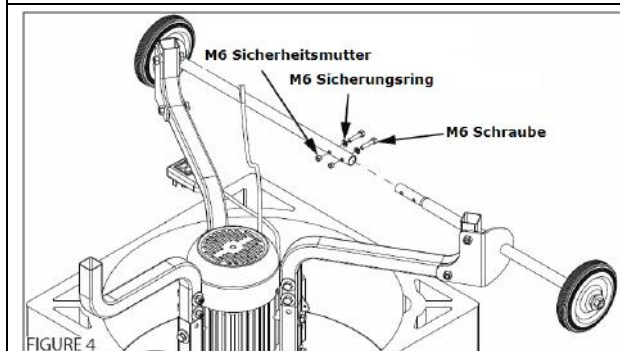

FIGURE 4
4. Achsen mit Transporträdern montieren (**FIGURE 4**).